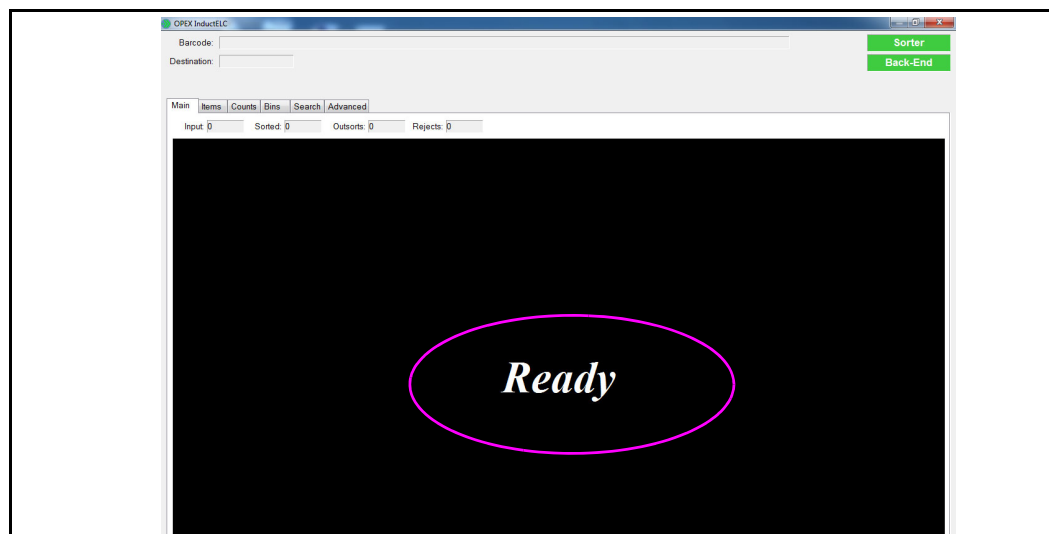

Figure 1-28: Tela do ELC de Introdução OPEX
3. Quando o sistema estiver pronto para o primeiro item a ser inserido, a interface do software do ELC exibirá a palavra "Pronto" (consulte Figure 1-28).